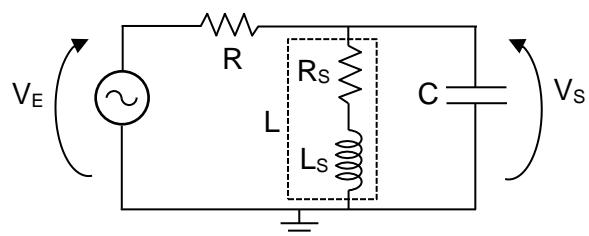

Figura 2- Circuito RLC.
Monte o circuito da Figura 2, com $R = 10 \text{ k}\Omega$ e os componentes L e C fornecidos. Note que R_s e L_s estão representando o modelo do indutor real utilizado na montagem. Programe o gerador de funções para fornecer uma onda senoidal com amplitude de 10 Vpp.
a) Indique quais expressões da *Introdução Teórica* devem ser usadas para calcular $|G(j\omega)|$ e ϕ a partir dos parâmetros do circuito da Figura 2.